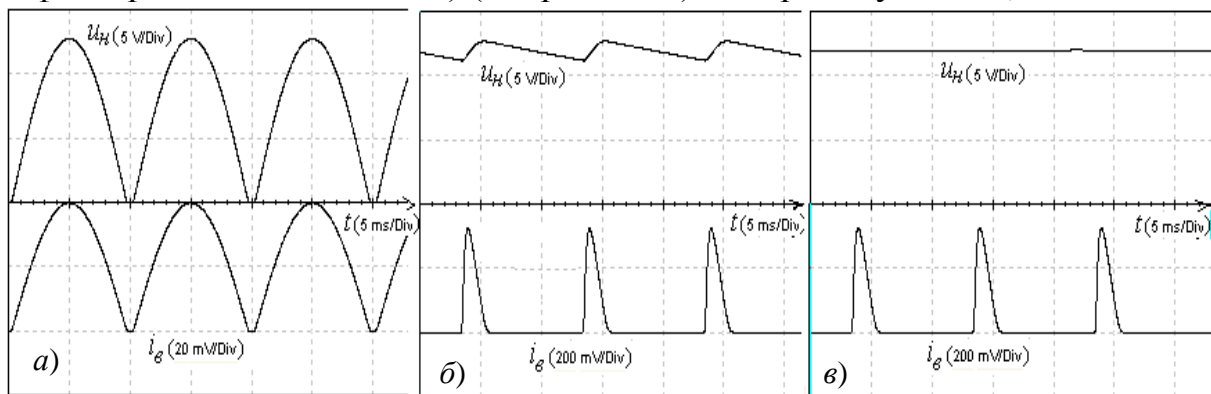

Рис. 6.11
– **скопировать** три осциллограммы выходного напряжения u_H (без фильтра и с фильтрами *C*- и *CLC*-типа) (см. рис. 6.11) на страницу отчёта;